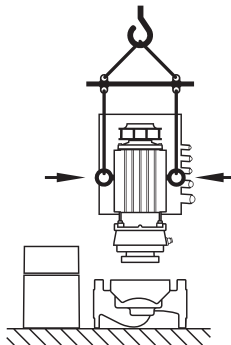

Fig. 24: Transport du kit embrochable
- **li les œillets de transport sont (ont été) montés non pas sur la bride mais sur le carter de moteur, ils ne peuvent être utilisés que pour soutenir ou transporter le kit embrochable (fig. 24) mais pas pour transporter l'ensemble de la pompe et pas non plus pour séparer le kit embrochable du corps de pompe (être attentif lors du démontage préalable et du remontage consécutif de l'écarteur).**